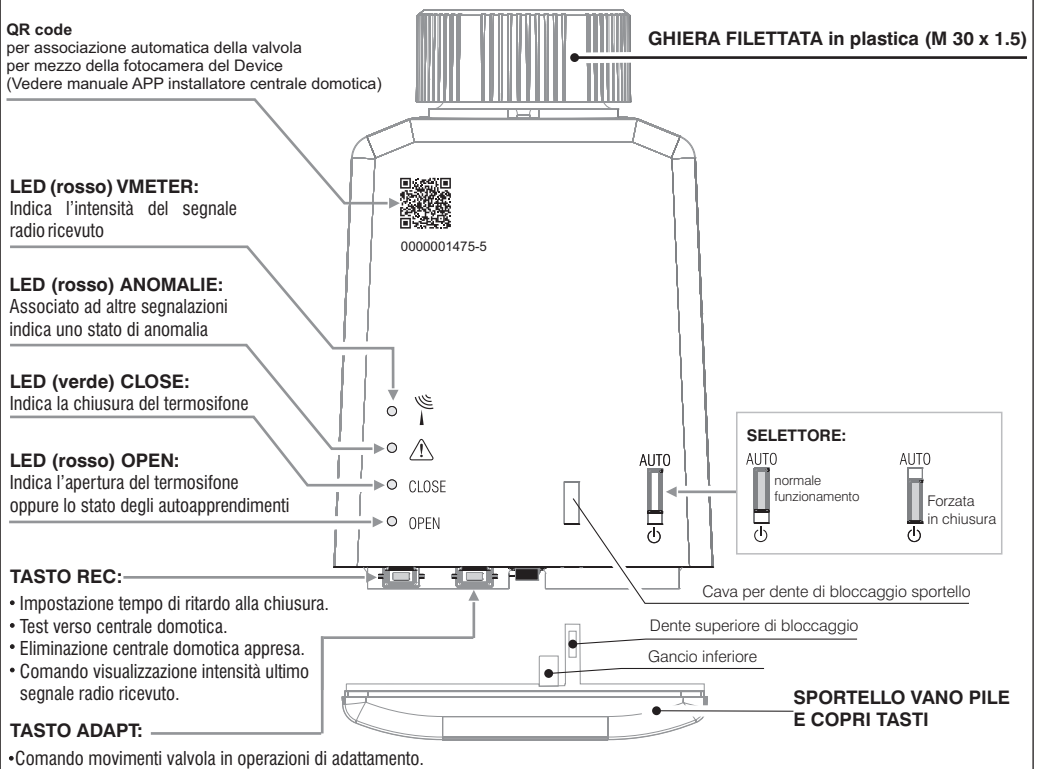

Fig. 1
**Per l'installazione della valvola eseguire scrupolosamente nell'ordine indicato le seguenti istruzioni** (con riferimento alle figure 1 e 2 del paragrafo "Legenda segnalazioni e comandi").